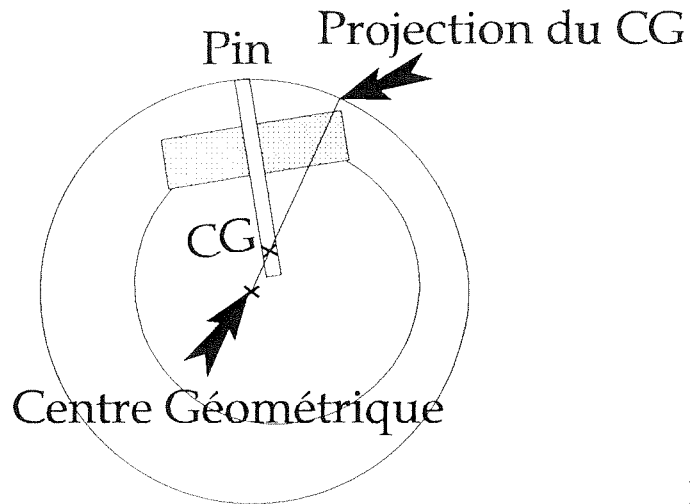

Fig. 4
A) Les noyaux symétriques déportés (Fig. 4)